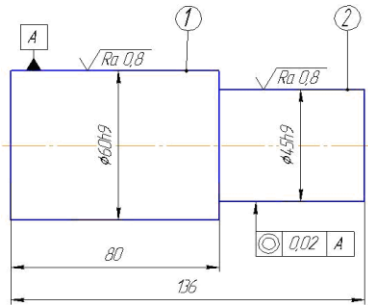

Рисунок 1
4. Качество обработки поверхности 1 (рис.1) задано...
7. Выбрать способ обработки вала (рис.1) при одновременном шлифовании НЦП Ø45h9 мм и Ø60h9 мм
10. Назначить способ получения заготовки для вала (рис.1), если она изготавливается в условиях единичного производства из стали 45
15. Выбрать правильный маршрут обработки вала (рис.1) в условиях серийного производства: